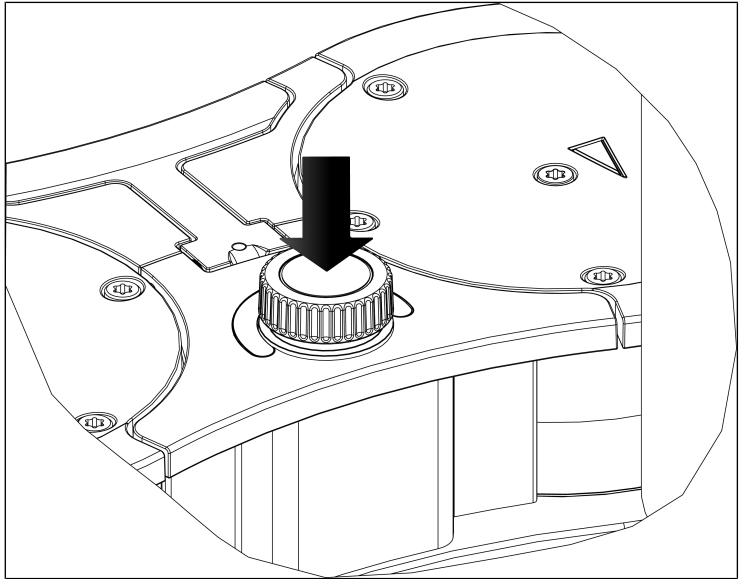

Abb.9: Pumpbetrieb des Vakuumsystems starten und stoppen mit Dreh-/Druckknopf
- Starten Sie den Pumpbetrieb des Vakuumsystems durch Drücken des Dreh-/Druckknopfs (siehe Abb. 9).